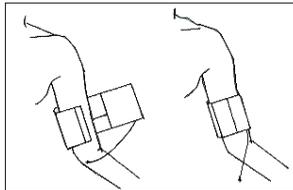

Fig. 13-1 Utilisation du brassard
- Fixer un brassard de tensiomètre à la partie supérieure du bras du patient ou à la cuisse de la façon suivante (Fig. 13-1).